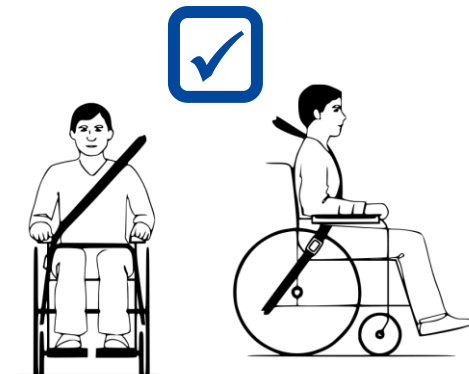

Abbildung 2 Gurt korrekt angelegt
7. Achten Sie darauf, dass die Schultergurte über den Schultern liegen, siehe Abbildung 2.